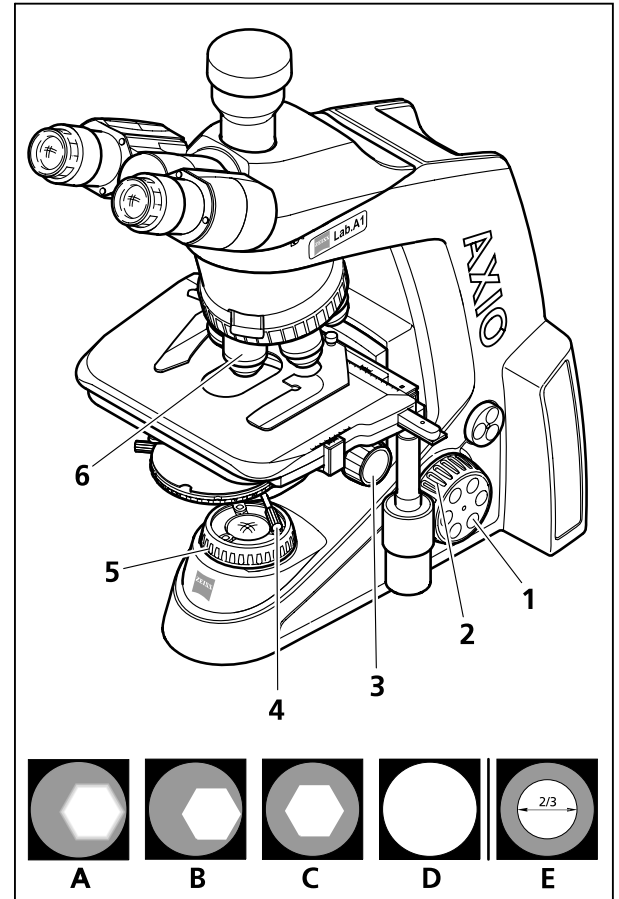
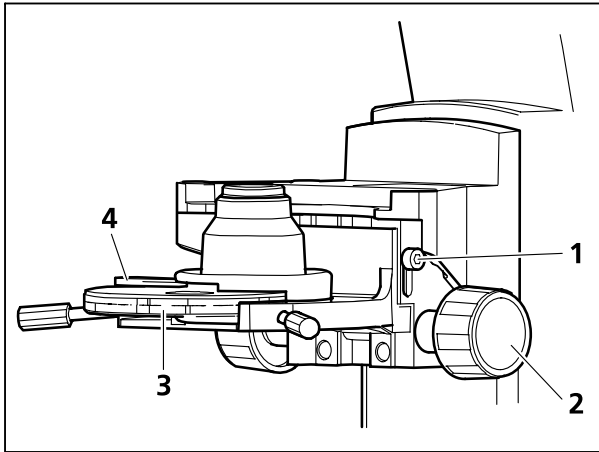

Bild 4-1 Mikroskopeinstellungen im Durchlicht-Hellfeld
Bild 4-2 Höhenanschlag am Kondensor-
(3) Durchlicht-Hellfeld nach KÖHLER einstellen
- Bildhelligkeit mit Regler für Lichtintensität (Bild 4-1/2) am Mikroskopstativ einstellen.
- Falls Kondensoren mit schwenkbarer Frontlinse eingesetzt werden, diese bei Objektiven $\geq 10\times$ einschwenken und Kondensor mit Triebknopf für Höhenverstellung (Bild 4-1/3 bzw. Bild 4-2/2) bis an den oberen Anschlag stellen. Der Anschlag muss so eingestellt sein, dass das Präparat nicht durch den Kondensor ausgehoben wird (Einstellen des Kondensoranschlages, s. a. Abschnitt 4.1.1 (4)).
- Bei Kondensoren mit Revolver-/Modulatorscheibe mit Rändelring (Bild 4-2/3) Position **H** (Hellfeld) einstellen.
- Objektiv 10x am Objektivrevolver (Bild 4-1/6) einschwenken und mit Triebknopf (Bild 4-1/2) auf das Präparat fokussieren.
- Leuchtfeldblende (Bild 4-1/5) soweit schließen, dass diese im Sehfeld (auch unscharf) sichtbar wird (Bild 4-1/A).
- Kondensor mit dem Triebknopf für Höhenverstellung absenken, bis der Leuchtfeldblendenrand hinreichend scharf erscheint (Bild 4-1/B).
- Leuchtfeldblendenbild mit beiden Zentrierschrauben (Bild 4-1/4) am Kondensorträger zentrieren (Bild 4-1/C) und anschließend die Leuchtfeldblende so weit öffnen, dass der Blendenrand gerade aus dem Sehfeld verschwindet (Bild 4-1/D).
- Zur Aperturblendeneinstellung (Kontrast) ein Okular aus dem Tubusstutzen herausnehmen und mit bloßem Auge in den Stutzen hineinschauen. Aperturblende mit dem Stellhebel (Bild 4-2/4) auf ca. $2/3 \dots 4/5$ des Durchmessers der Objektivaustrittspupillen einstellen (Bild 4-1/E). Diese Aperturblendeneinstellung bietet in den meisten Anwendungsfällen den besten Kontrast bei fast voller Auflösung und damit für das menschliche Auge den günstigsten Kompromiss.
(4) Höhenanschlag am Kondensorträger einstellen
- Feststellschraube (Bild 4-2/**1**) des Höhenanschlags mit Kugelkopf-Schraubendreher SW 3 lösen.
- Leuchtfeldblende zuziehen und durch Höhenverstellung (Bild 4-2/**2**) des Kondensors scharf abbilden.
- Feststellschraube (Bild 4-2/**1**) des Höhenanschlags anziehen.